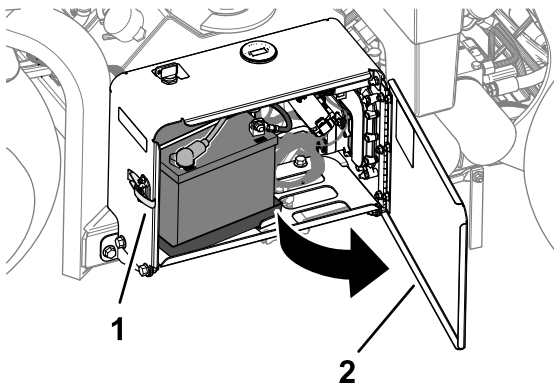

図 159
1. ラッチを外し、バッテリーコンパートメントのドアを開く図 159。